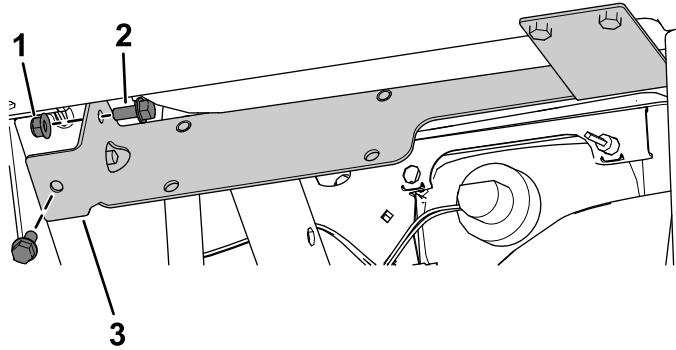

図 27
D. ヒーターブラケットの左側を固定するフランジヘッドボルト $5/16 \times 3/4"$ 2本とフランジナット $5/16"$ 2個を使用して図27のように取り付ける。